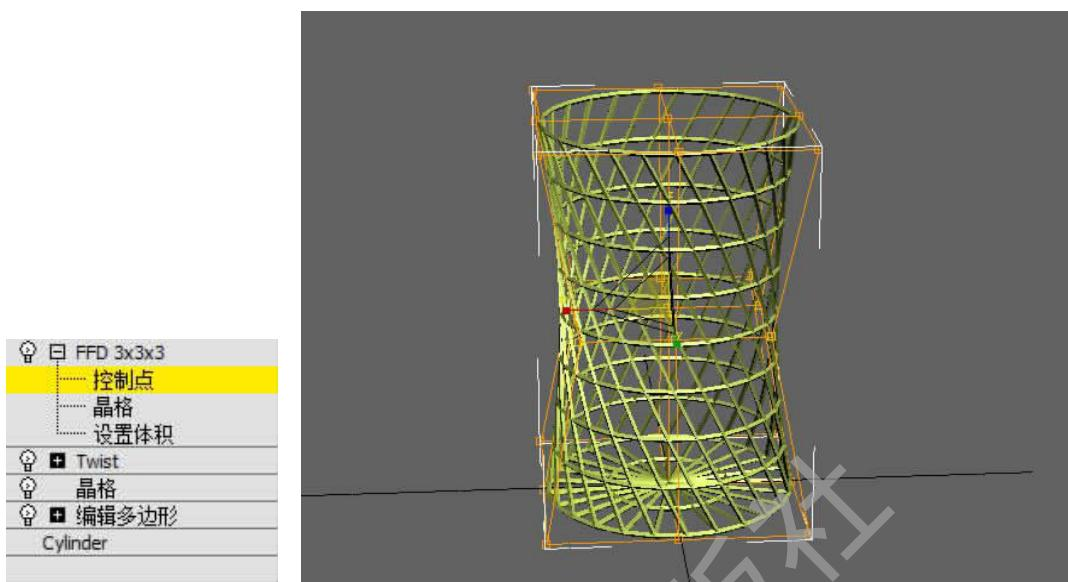

图 2-89 添加 FFD
Step 6. 在修改面板中添加 FFD 3×3×3 修改器,进入控制点级别,通过缩放将垃圾篓进行等比缩放,如图 2-89 所示。